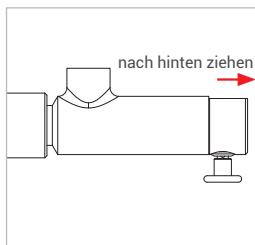

Abbildung 10
- ▶ Ziehen Sie leicht am Adapter (Roter Pfeil Abbildung 10) entgegen der Anschlussrichtung um sicherzustellen, dass der Adapter richtig angeschlossen ist.